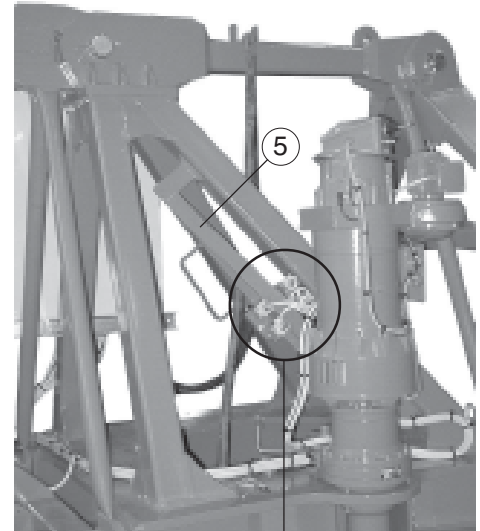
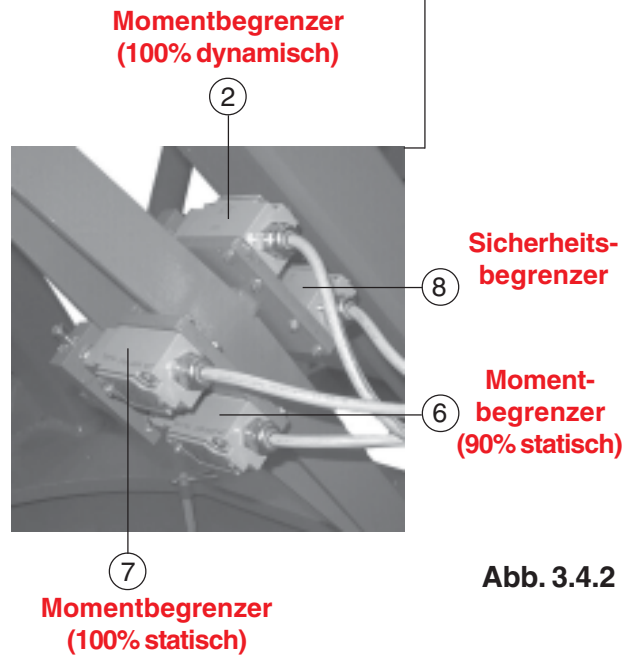

Abb. 3.4.1
Abb. 3.4.2
Wenn die Kalibrierung nicht erfolgreich durchgeführt werden kann, den Deckel des Begrenzers (Abb. 3.4.2) öffnen, dazu die entsprechenden Schrauben lösen, wobei darauf zu achten ist, dass weder Feuchtigkeit noch Staub eintritt.
Kontrollieren, ob die Begrenzerkomponenten (Abb. 3.4.2) unversehrt und gut befestigt sind, dann mit der Kalibrierung fortfahren.
Der Momentbegrenzer besteht aus vier Mikroschaltern: (2) (6) (7) und (8) (Abb. 3.4.2).
- C) Den Kopf des Stellstifts (4), der an der Feder (5) angebracht ist (Abb. 3.4.1 und 3.4.2), langsam dem Fühler des Mikroschalters SQ001 (8) nähern (Abb. 3.4.2);
- C) Den Kopf des Einstellstiftes (4) auf der Feder (5) in Richtung des Tasters des 100% dynamischen Mikroschalters (2) bewegen (Abb. 3.4.1 und 3.4.3);
- F) Zur Sicherheit diesen Vorgang mehrere Male wiederholen, dann den Stift (4) mit der entsprechenden Schraube (3) blockieren.